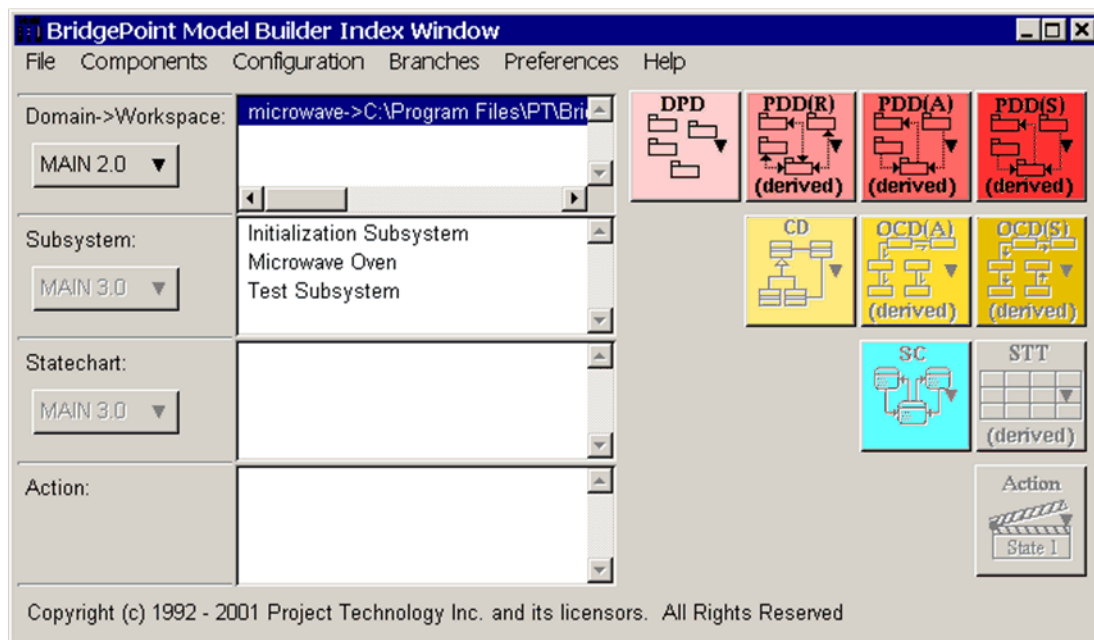

図 7-1: microwave.ooa が Model Builder にロードされた状態
- Model Builder を使って、microwave.ooa モデルを開きます ([File][Open])。図 7-1 の Model Builder インデックスウィンドウが表示されます。